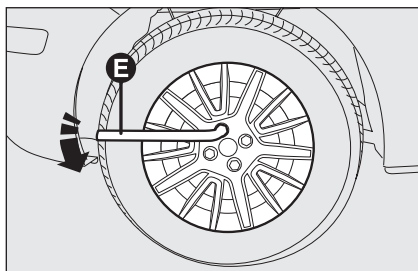

Рис. 3
- отверните болты крепления заменяемого колеса примерно на один оборот специальным ключом из комплекта автомобиля **E (рис. 3)**; если автомобиль укомплектован литыми дисками колес, покачайте автомобиль, чтобы отделить диск от ступицы колеса;